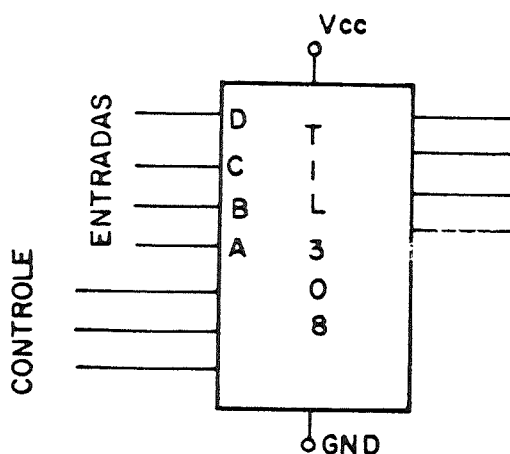

Figura 6.1
2.2.1. Montar o esquema da figura 6.1 com o número da pinagem, nomes dos CIs e dos sinais de controle.